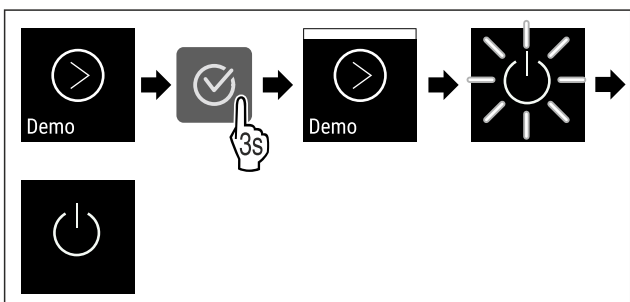

Fig. 99
- ▶ Suivre les étapes (voir Fig. 99) .